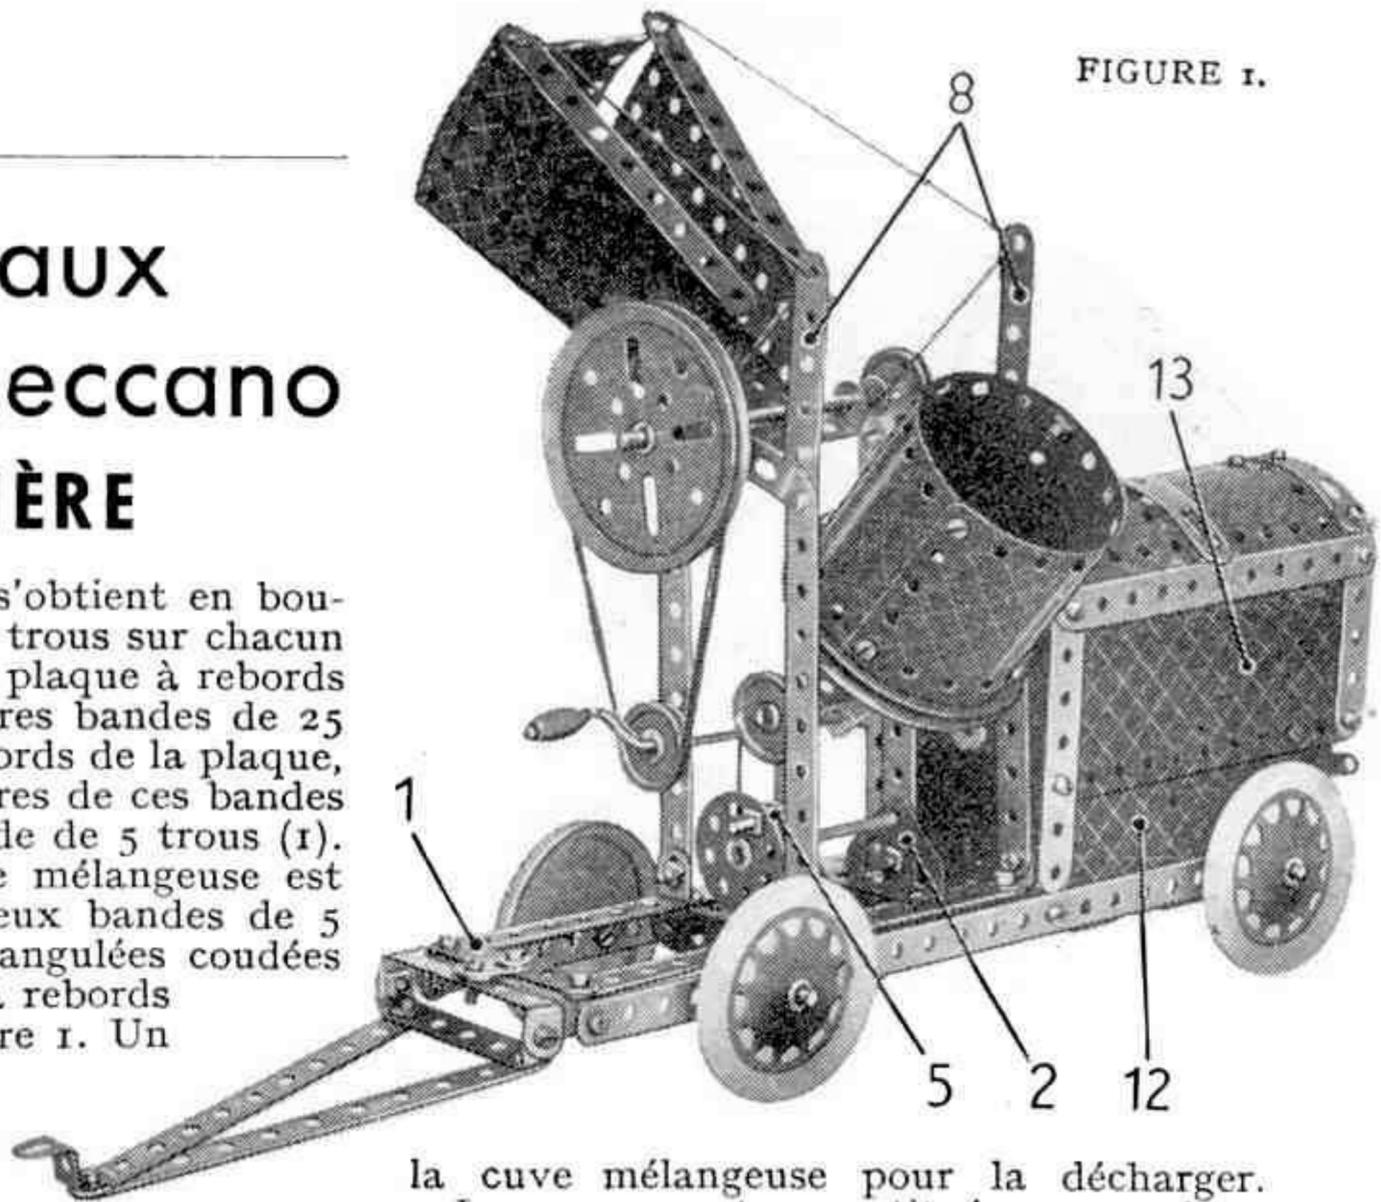

FIGURE 1.
Le support de la cuve mélangeuse est obtenu en boulonnant deux bandes de 5 trous sur les embases triangulées coudées (2) fixées sur la plaque à rebords comme le montre la figure 1. Un boulon de $9^{mm,5}$ passe dans l'un des rebords d'une bande coudée de 38×12 mm. (3) et un écrou est passé sur le boulon sans être bloqué. Un boulon est ensuite passé dans l'une des bandes de 5 trous verticales et dans le trou central d'une bande incurvée épaulée (4), et un second écrou est alors bloqué contre le premier. Un autre boulon de $9^{mm,5}$ est fixé par un écrou sur le rebord opposé de la bande coudée, et passé dans la seconde bande de 5 trous verticale. Une poulie de 25 mm. est alors fixée sur le corps du boulon et reliée à une seconde poulie de 25 mm. (5) par une courroie de transmission. La poulie (5) est fixée sur une tringle de 10 cm. qui passe dans les bandes de 5 trous. Cette tringle porte à son extrémité extérieure une roue barillet munie d'un boulon de $9^{mm,5}$ et elle sert à faire basculer